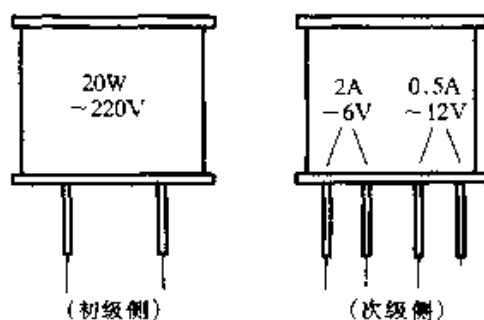

图 3-126
④ 所有绕组都绕制完成后,最外层应用绝缘纸包裹,并在两侧分别标明绕组的电压和电流,见图 3-126。